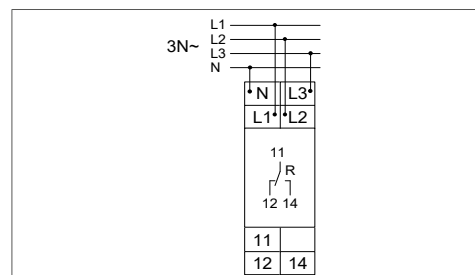

Figura 5: Collegamento trifase
- Collegare e cablare l'apparecchio secondo la figura 5.